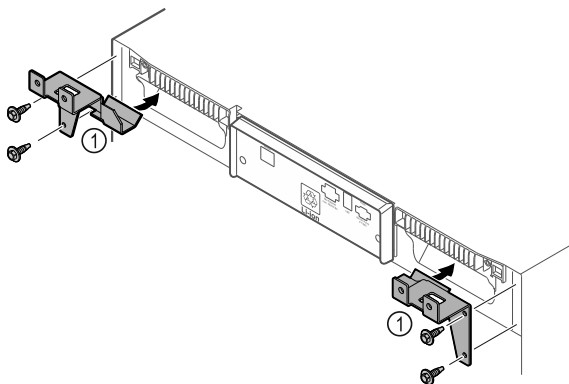

Fig. 12
- Halteteile Fig. 12 (1) mit selbstschneidenden Schrauben am Gerät montieren.